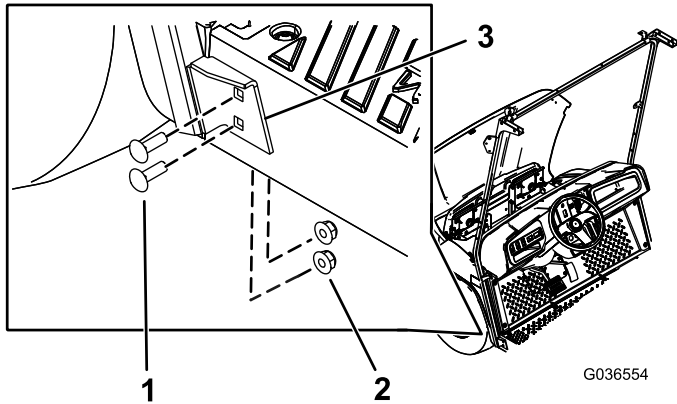

Bild 32
4. Befestigen Sie die untere Halterung der linken und rechten Windschutzscheibenstützen mit vier Schlossschrauben (5/16" x 1") und vier Bundmuttern (5/16") in den in Schritt 1 gebohrten Löchern (Bild 32).